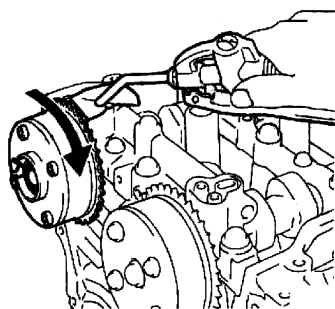

图 1-79 转动排气凸轮轴正时齿轮
② 清理和除去 1 号凸轮轴轴承盖排气侧上的 VVT 机油孔的残留油脂后，用胶带或同等品将机油孔完全密封，以防止空气泄漏。
③ 在密封机油孔的胶带上刺一个孔。
④ 向在程序 B 中刺出的孔施加大约 200kPa 的空气压力，以松开锁销。
⑤ 使用头部缠有胶带的旋具，用力朝延迟方向(顺时针)转动排气凸轮轴正时齿轮，见图 1-79。